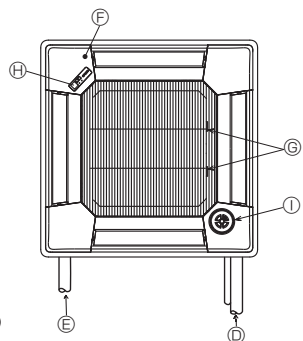

Fig. 9-9
9.5. Установка воздухозаборной решетки (Fig. 9-9)